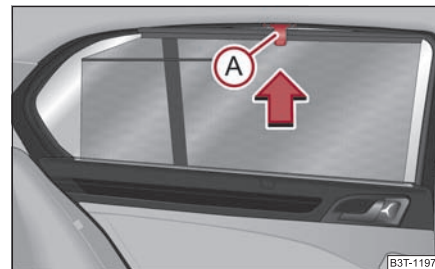

Fig. 72 Portière arrière: Store pare-soleil
- Extrayez le store pare-soleil de la poignée (A) ⇒ fig. 72 et accrochez-le dans les supports sur les bords supérieurs de la portière.